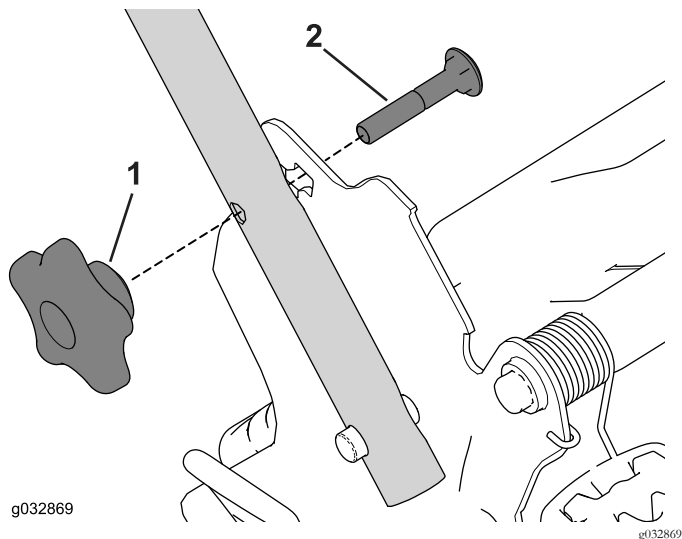

Рисунок 27
1. Снимите и сохраните две круглые рукоятки и два каретных болта с кронштейнов рукоятки (Рисунок 27).